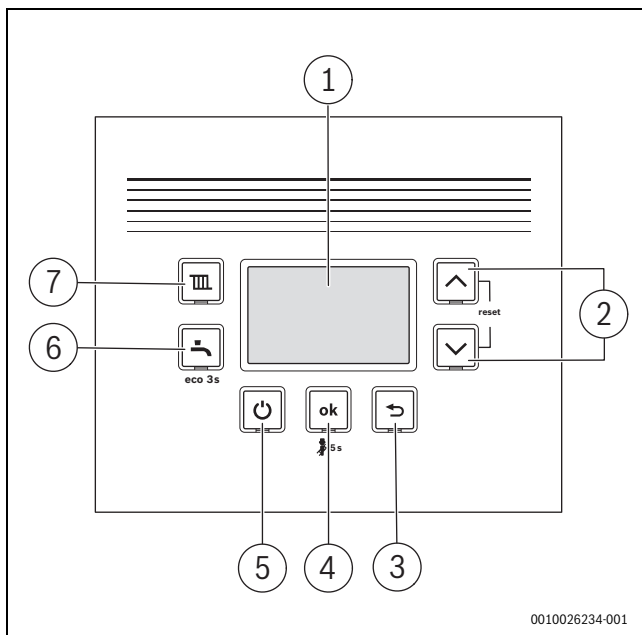

Bild 147 Bedienfeldübersicht
Nach der Inbetriebnahme schaltet die Taste (→ Bild 147, [5]) gleichzeitig Heizung und Warmwasserbereitung aus oder ein, ohne die Spannungsversorgung zu unterbrechen.
- Im normalen Betrieb Gerät mit der Taste  (→ Bild 147, [5]) ausschalten. Das Gerät befindet sich im Standby-Betrieb.